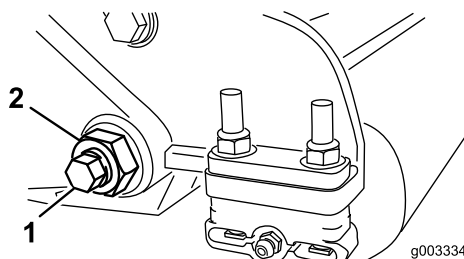

图25
3. 在机器的另一侧，松开固定底刀架螺栓（图25）的锁紧螺母。
4. 拆下两个底刀架螺栓，向下拉动底刀架并从机器螺栓（图25）上拆下来。